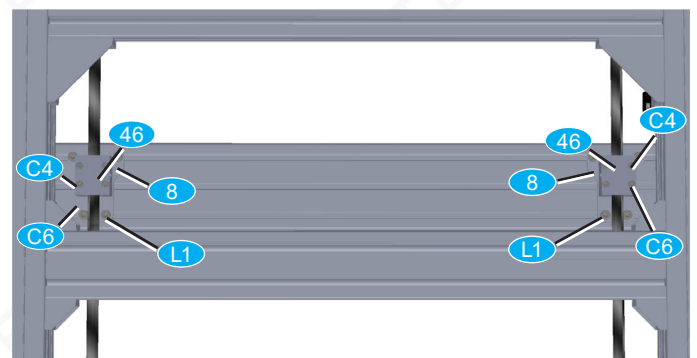

Bild 4: Verbindung von Portal und Kugelumlaufmutter
- Spannblöcke mit Zylinderschrauben M5x30 **C4** an den Flanschplatten der X-Mutter verschrauben. Anzugsmoment: 2 Nm. Des Weiteren mit Zylinderschrauben M5x40 **C6** und Hammermutter Nut 8 M5 **F**, Anzugsmoment: 6 Nm. Siehe dazu auch Bild 4.